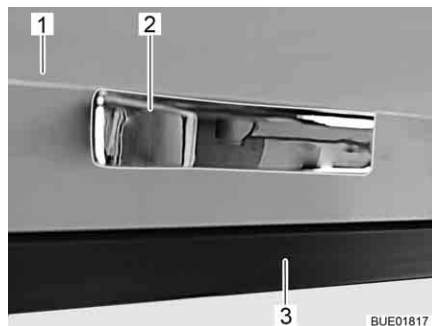

Fig. 75 Trampilla de muebles con desbloqueo por presión
- Presionar la trampilla de muebles (Fig. 75,1) en el tirador (Fig. 75,2) contra el cuerpo del armario (Fig. 75,3). La trampilla de muebles está desbloqueada.